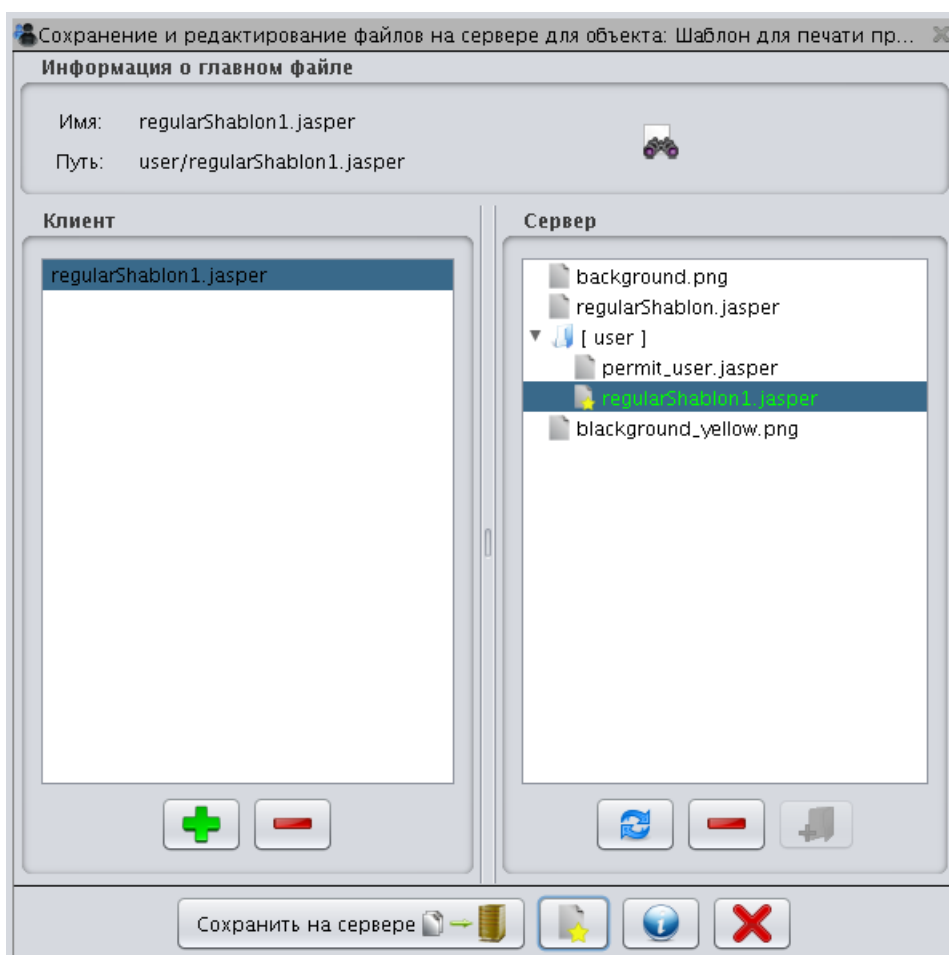

Рис. 123
6) проконтролировать появление файла шаблона в части окна «Сервер» (Рис. 123) и, выбрав переписанный файл шаблона, пометить его как главный, нажав на кнопку «»;